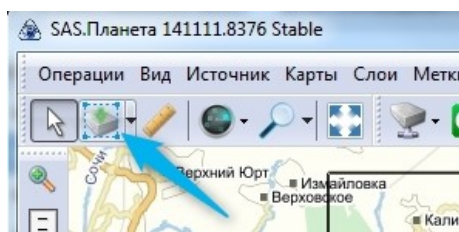
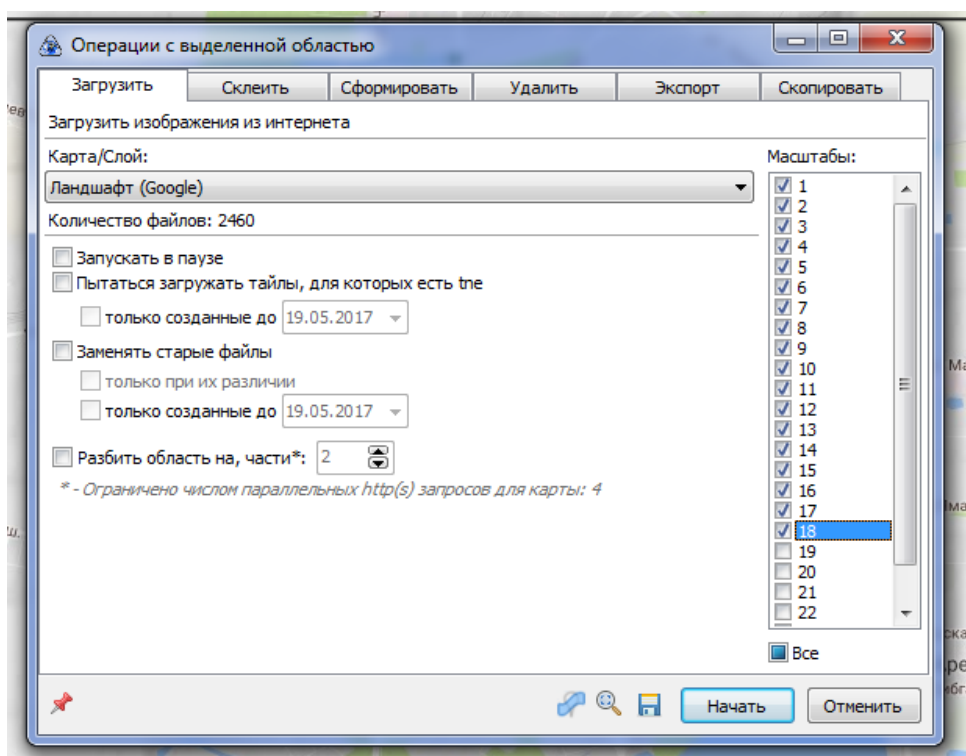

Рис. 20: Запуск операций с выделенной областью
Рис. 21: Окно операций с выделенной областью
3. Выделите интересующую область с помощью кнопки  **Операции с выделенной областью** (рис. 20), после выделения появится окно с одноименным названием (рис. 21).